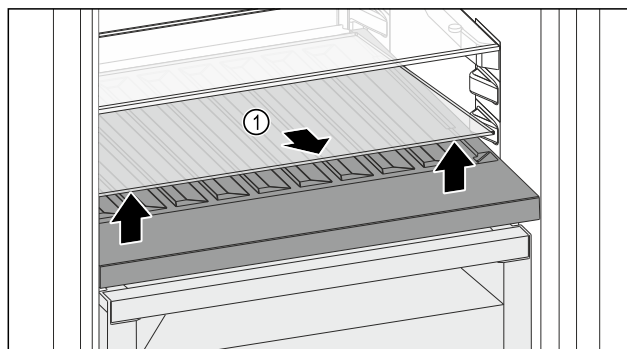

Fig. 123
- ▶ Ridicați în față și extrageți placa de sticlă Fig. 123 (1) din degajare.
- ▶ Păstrați placa de sticlă Fig. 123 (1) în siguranță în afara aparatului.